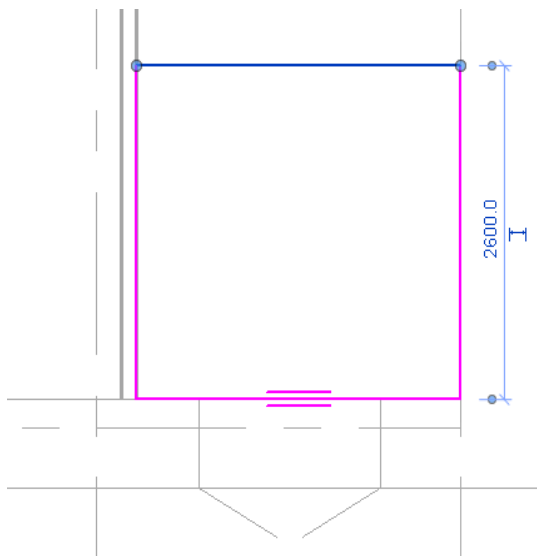
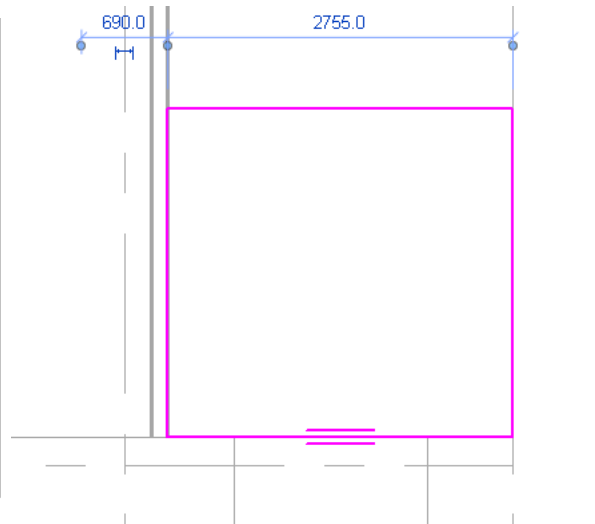

Рис.84
Рис.85
6. Создать эскиз плиты с длиной 2755мм и шириной 2600мм (рис. 84, рис.85).